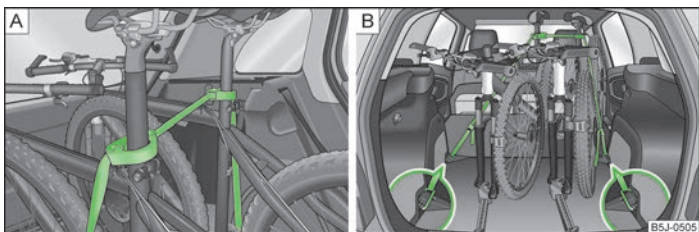

Fig. 59 Asigurarea bicicletelor
- Așezați colierul cu partea din cauciuc spre înainte (în sensul de deplasare) cât mai jos posibil pe tija șeii, și strângeți colierul » fig. 59 - .
- La transportarea a două biciclete, tensionați cureaua » fig. 59 - între cele două șei, prin deplasarea prin împingere a unei biciclete față de cealaltă.
- Prindeți carabinele de la capetele curelei în inelele de ancorare ale scaunelor spate » fig. 59 - .